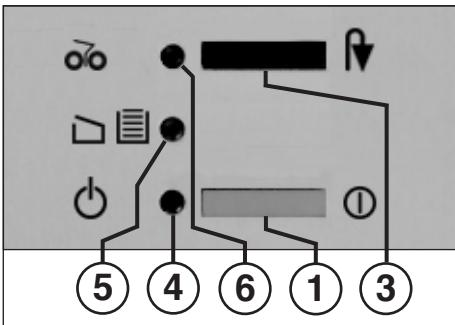

fig. 1
**1 = Trykkontakt (fig. 1)**
**3 = Trykkontakt „tilbage“ (fig. 1)**
**4 = Kontrolindikator „driftsklar“ (fig. 1)**
„beholder fyldt“ / „dør åben“ (fig. 1)
**6 = Kontrolindikator „papirstop“ (fig. 1)**
- Maskinen tændes på trykkontakt (1) (fig. 1). Kontrolindikator (4) (fig. 1) tænder.
Husk at slukke for maskinen om natten (tryk på trykkontakt (1) (fig. 1)).
- Kontrolindikator (6) (fig. 1) tænder.
- Trykkontakt „tilbage“ (3) (fig. 1) betjenes kortvarigt.
- Kontrolindikator (6) (fig. 1) slukker.
Hvis motoren overbelastes, slukker den automatisk. Sluk for maskinen på trykkontakt (1) (fig. 1).